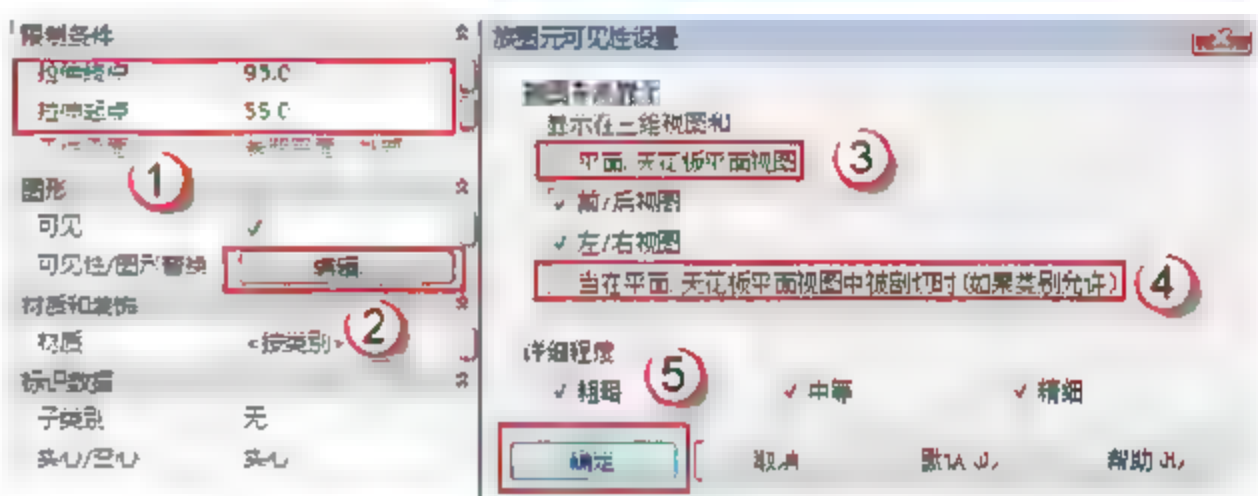

图 8.4.8 设置电梯门参数
(7) 设置电梯门参数。切换至“左”立面视图，分别更改“拉伸终点”和“拉伸起点”数值为“95”和“55”。接着单击“编辑”按钮，在弹出的“族图元可见性设置”对话框中取消“平面/天花板平面视图”和“当在平面/天花板平面视图中被剖切时（如果类别允许）”复选框的选择，最后单击“确定”按钮，如图 8.4.8 所示。